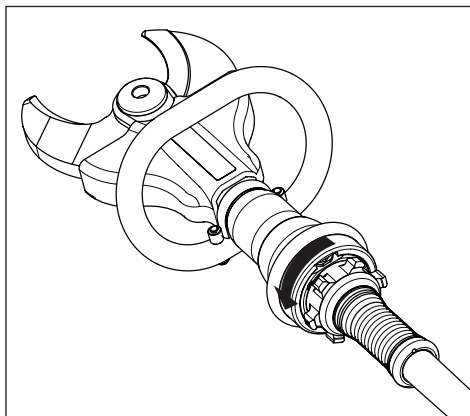

Abbildung 6, Schneidgerät geöffnet
- Um die Messer zu öffnen: Drehen Sie den Knopf nach links und halten Sie diesen in Position. Siehe Abbildung 6.